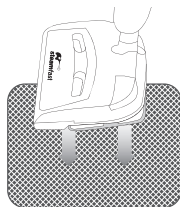

Figura 1
2. Encienda la unidad. Para ello, presione el botón de energía para vapor que se encuentra en el frente del cuerpo (A). El indicador de energía para vapor se encenderá en rojo cuando la unidad esté encendida (B).
3. Coloque el paño de apoyo en el piso de forma tal que los lados texturados queden hacia arriba. Coloque el cabezal del trapeador arriba del paño de apoyo para proteger el piso contra el exceso de calor y humedad (Figura 1).